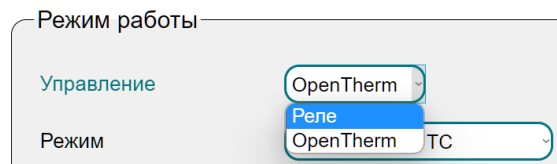

Рисунок 12
- *параметр Управление* - способ управления котлом (рис. 12):